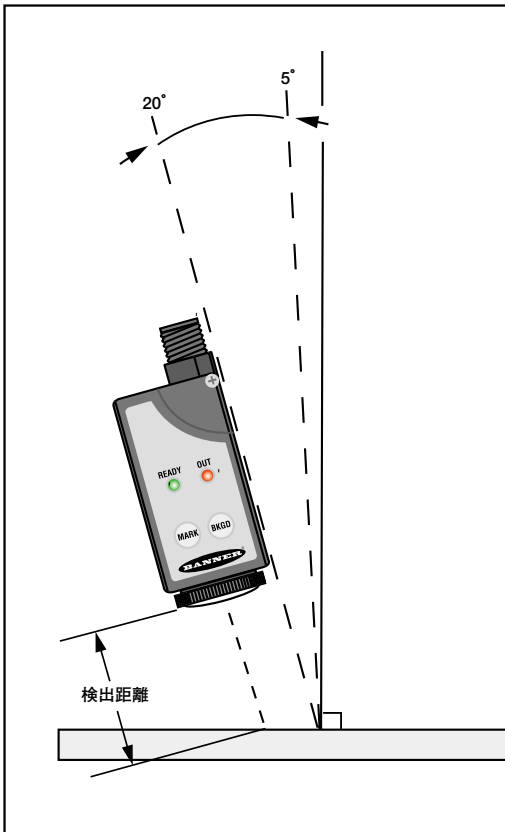

Fig.6 光沢面を検出する場合、面に対する垂直線から5～20°の角度でセンサを設置
- Fig.6に示すように、光沢面を検出する場合は、面に対する垂直線から5～20°の角度でセンサを設置してください。